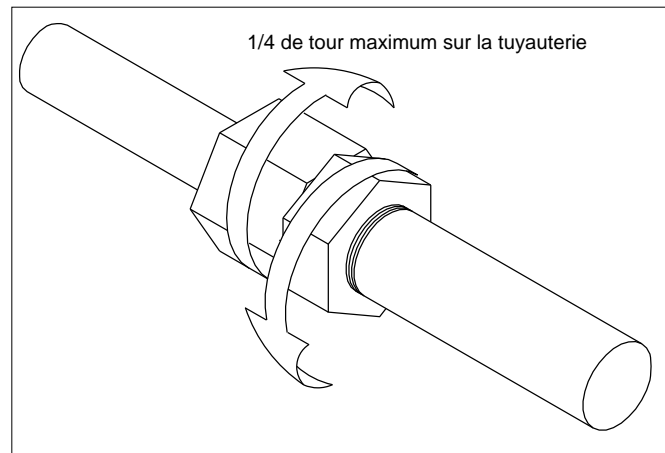

Figure 11. Desserrage de l'écrou de blocage
4. Desserrez l'assemblage riveté en dévissant la vis de pression sur le côté de l'écrou de blocage, puis en desserrant l'écrou de blocage (voir la Figure 11).